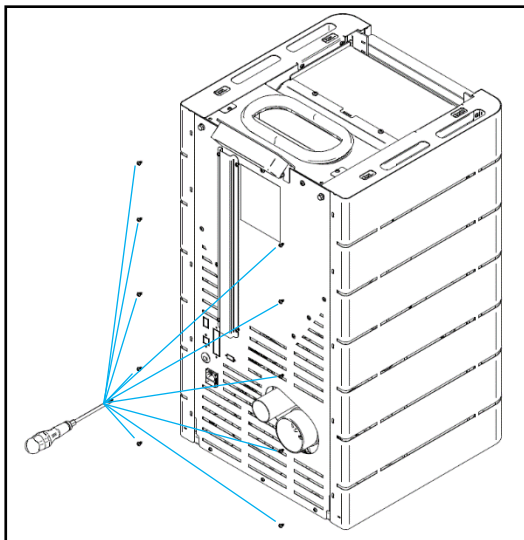

Figura 25 - Fixação envoltivos laterais
e) Apertar as laterais na parte posterior utilizando 10 parafusos do kit, tal como demonstra a Figura 25.